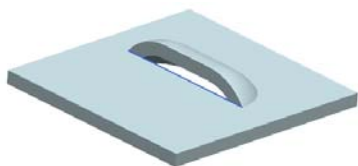

图 4-32 成形的百叶窗特征示意图
1) 成形的：创建成形的百叶窗特征示意图如图 4-32 所示。